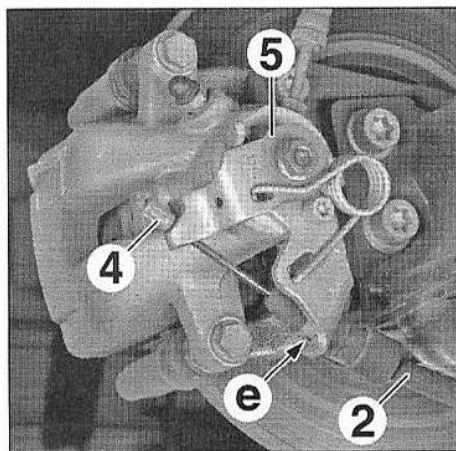

FIG.25
- De chaque côté (Fig.25) :
- Dégager l'embout (4) du levier (5).
- Libérer le câble (2) de l'oeillet en (e).
- Déposer les câbles (2).